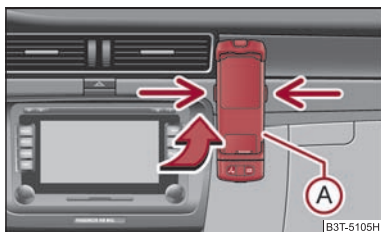

Fig. 145 Adaptare universală pentru telefon
- Împingeți mai întâi adaptorul (A) în sensul săgeții ⇒ fig. 145 în suport. Apăsăți ușor adaptorul pentru a vedea dacă s-a fixat.
- Așezați telefonul în adaptorul (A) (conform instrucțiunilor producătorului).
- Apăsăți simultan elementele de blocare laterale ale suportului ⇒ fig. 145 și scoateți telefonul cu adaptorul.